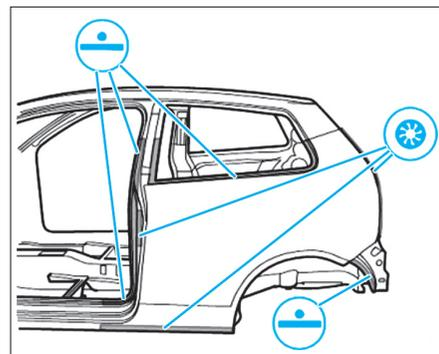

FIG. 104
- Souder l'aile arrière comme illustré (Fig.104) et (Fig.105).